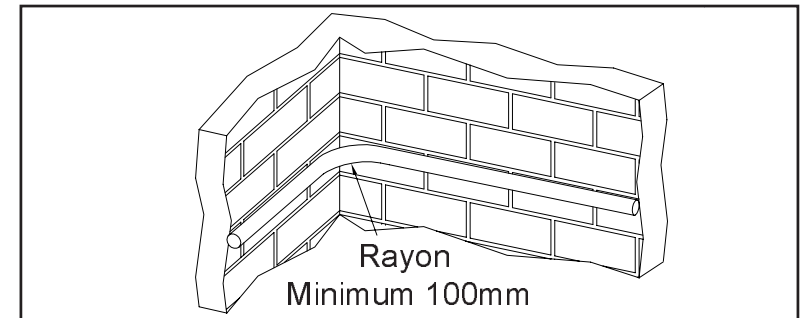

Figure 3
3. Le rayon de courbure du câble détecteur, lorsqu'il est fixé à l'intérieur des bâtiments et après installation, ne doit pas être inférieur à 100 mm (voir figure 3).